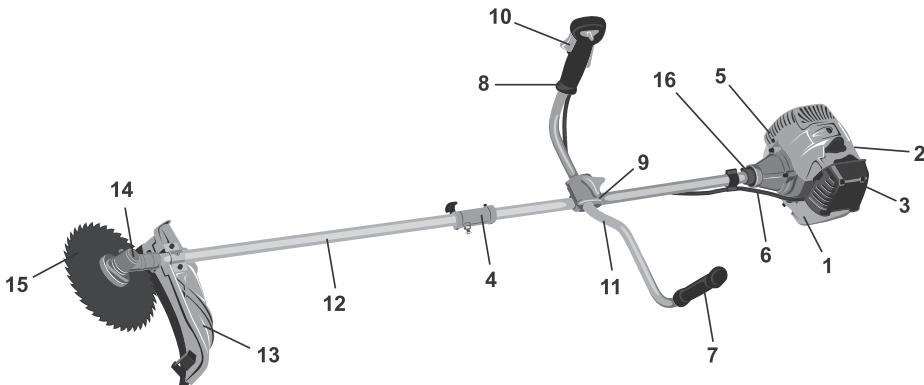

Рис.2. Расположение основных элементов бензотриммера:
Основные элементы и части бензотриммера представлены на рис. 2.
U-образная рукоятка (см. рис.2) состоит из двух частей: левой (7) и правой (8) ручек управления, которые прикреплены к штанге (12) с помощью соединительного кронштейна (9). Левая ручка служит для удержания бензотrimmera левой рукой, а правая ручка — для удержания правой рукой и управлением работой бензотrimmera.
Ремень крепится к штанге с помощью держателя (16) (рис.2). Согласно рис.5 наденьте ремень на шею и пристегните карабин за одно из отверстий в держателе (16) (см. рис.2).